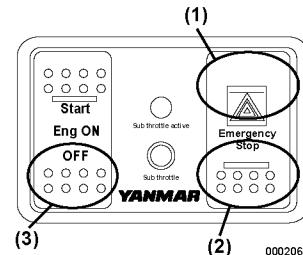

Figura 6
3. Pulse la mitad inferior del interruptor "Eng ON" (apagado). (**Figura 6, (3)**) . El motor se apaga en unos 2 a 7 segundos. La parada normal del motor requiere tiempo porque el controlador ajusta la sincronización de la inyección de combustible a la posición más adecuada para el siguiente arranque.
Pulse la parte superior del interruptor de paro de emergencia (**Figura 6, (1)**) a la derecha del panel, y el motor se parará inmediatamente, sin la demora de la parada normal. Tras la parada, pulse la parte inferior del interruptor de paro de emergencia (**Figura 6, (2)**) para que vuelva a la posición anterior. **AVISO: Utilice este interruptor sólo en caso de emergencia. En circunstancias normales utilice el interruptor OFF, Eng ON, Start (**Figura 6, (3)**) para detener el motor.**